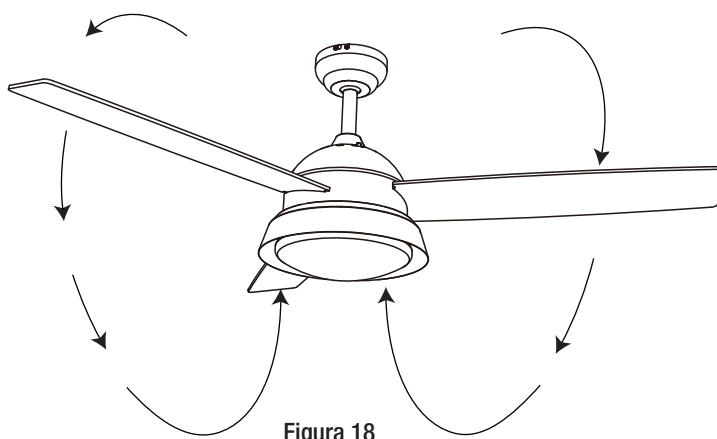

Figura 18
***Clima fresco - (Reversa)** Una corriente de aire hacia arriba hace salir el aire caliente del área del techo como se muestra en la Figura 18. Esto le permite ajustar su unidad de calefacción a un ajuste más bajo sin afectar su comodidad.